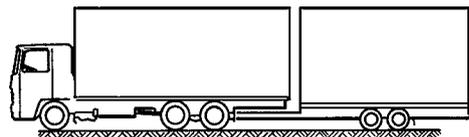

Рис. 4 Тягач с прицепом с жестким дышлом
- **Растормозить передний мост прицепа с шарнирным дышлом** (рис. 4).
При сцепке прицепа с жестким дышлом (см. рис. 4) учесть следующее: сцепная петля должна попасть в центр ловителя тягово-сцепного устройства.